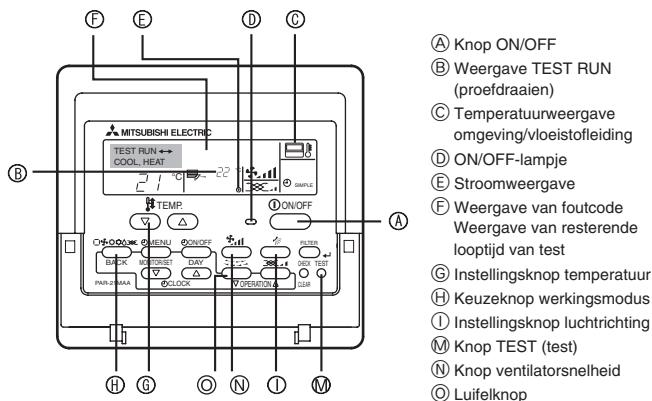

Fig. 7-1
7.2.1. Afstandsbediening met draad (Fig. 7-1)
- ① Schakel het apparaat minimaal 12 uur voor het proefdraaien in.
- ② Druk tweemaal op de toets [TEST] ➔ "TEST RUN" in het LCD-venster
- ③ Druk op de toets [Mode selection] (Moduskeuze) en schakel over naar de werkstand koelen (of verwarmen). ➔ Controleer of er koude (of warme) lucht wordt uitgeblazen.
- ④ Druk op de toets [Fan speed] (Windsnelheid). ➔ Controleer of de luchttuurstroomsnelheid verandert.
- ⑤ Druk op de [instellingsschakelaar] luchtrichting of op de [luifelknop]. ➔ Controleer de werking van de vin of het luifel.
- ⑥ Controleer de ventilator van het buitenapparaat op een goede werking.
- ⑦ Schakel het proefdraaien uit met de [ON/OFF] (AAN/UIT)-toets ➔ Stop
- ⑧ Leg een telefoonnummer vast.